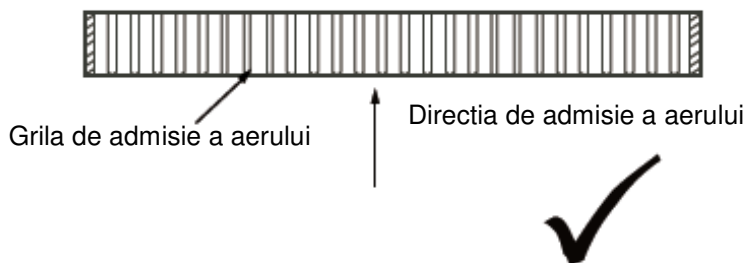

Figura 2.4
1. La crearea plenumului de retur al aerului pe panoul de admisie a aerului, asigurati-va ca grilele de aer sunt inclinate astfel incat sa fie paralele cu directia de admisie a aerului. A se vedea Figura 2.4.